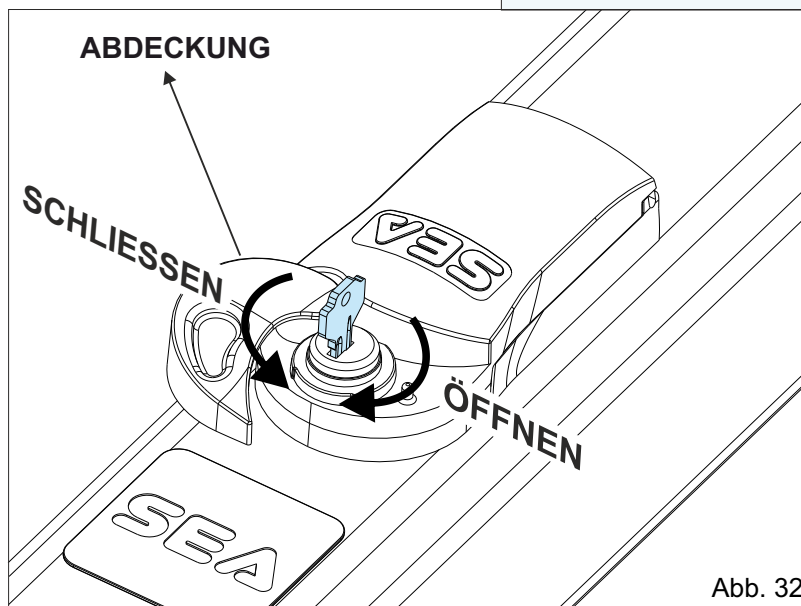

Abb. 32
- Den Antrieb entriegeln (siehe Abb. 32 und 33)
- Abdeckung öffnen, Schlüssel einführen, ca. 90° im Uhrzeigersinn drehen (Abb. 32).